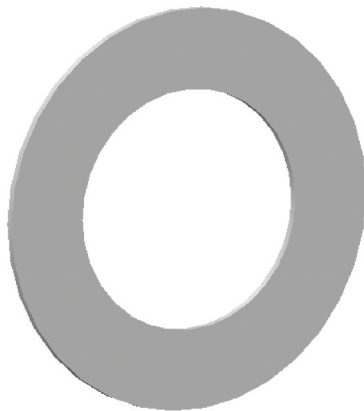

图 13-53 创建钣金切口
STEP 05 单击“关闭”面板中的“确定”按钮 , 完成截面绘制并退出草绘环境。返回“拉伸”选项卡，单击“完成”按钮 , 即可创建钣金切口，效果如图 13-53 所示。